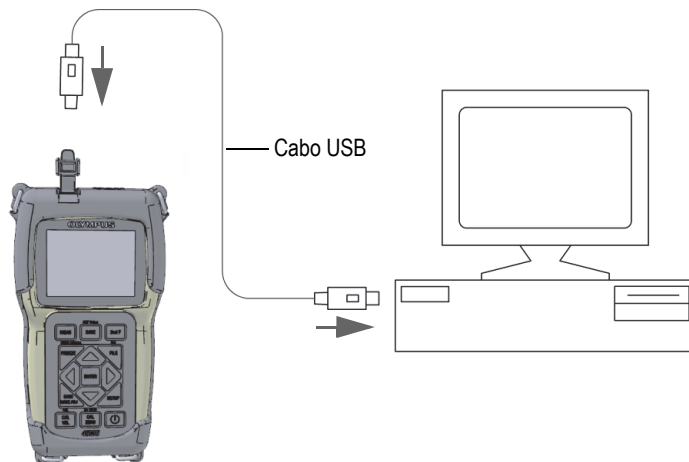

Figura 11-1 Conectar o 45MG em um computador
4. Conecte uma das extremidades do cabo USB ao conector USB na Porta I/O do 45MG, e a outra extremidade a porta USB do computador (veja Figura 11-1 na página 202).